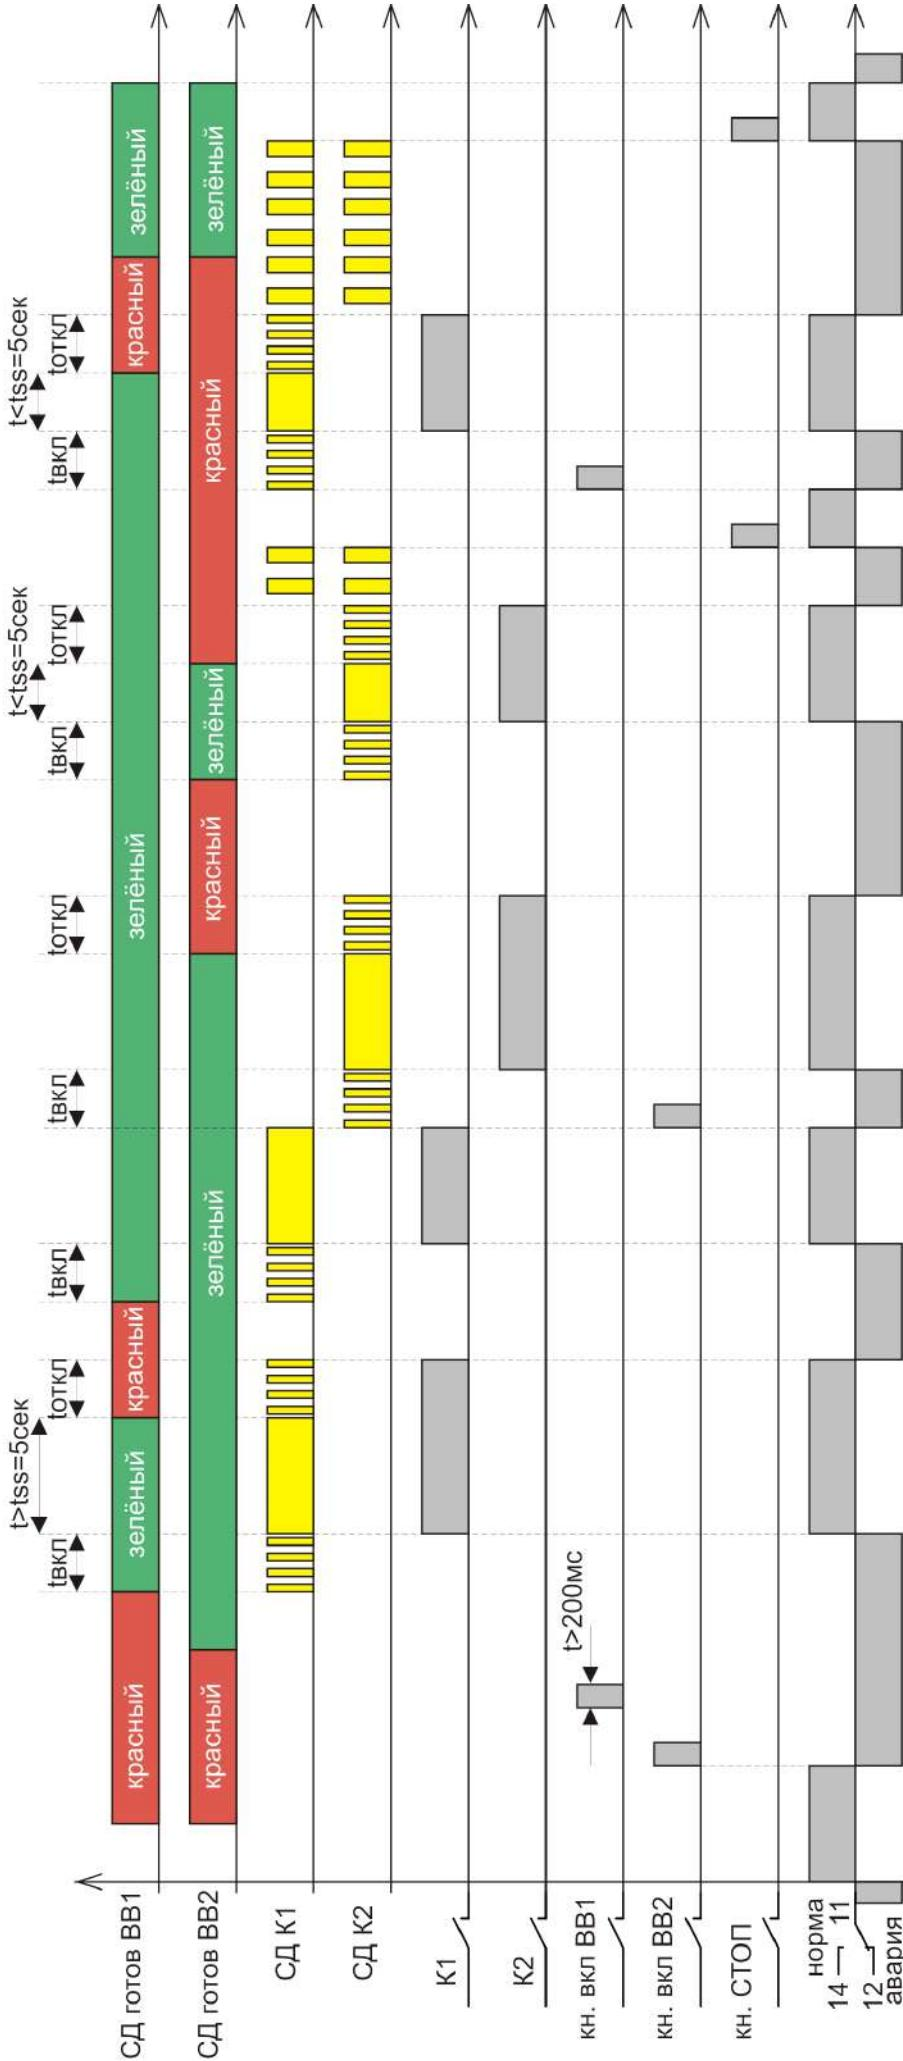

Рис. 10 Режим ручного управления - Ввод2 СЕТЬ
**Ручной режим работы «ВВОД1 или ВВОД2» - ВВОД2-СЕТЬ (диаграмма рис. 10):**